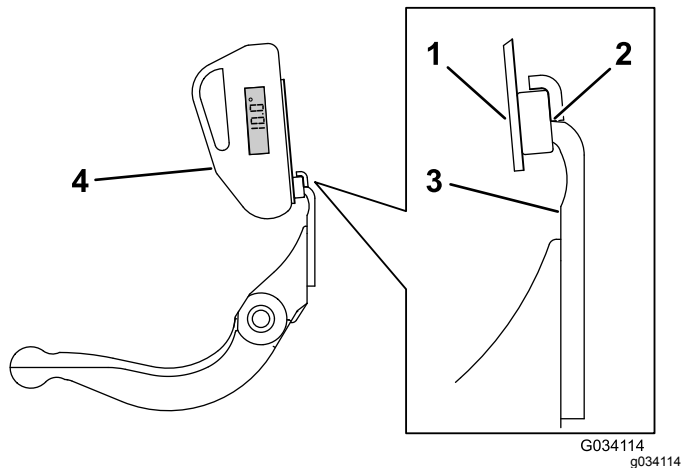

Bild 22
3. Legen Sie die Neigungsmesserbefestigung an die Kante des Untermessers, sodass die Kante des Magnets bündig mit der Kante des Untermessers ist (Bild 22).
- Legen Sie den Neigungsmesser auf die Befestigung, wie in Bild 22 abgebildet.